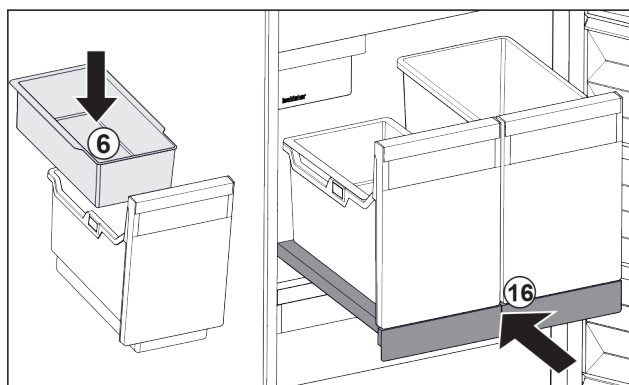

Fig. 87
- ▶ Installer le balconnet *Fig. 87 (6)* pour glaçons.
- ▶ Rentrer le compartiment coulissant avec le bac (IceTower). *Fig. 87 (16)*